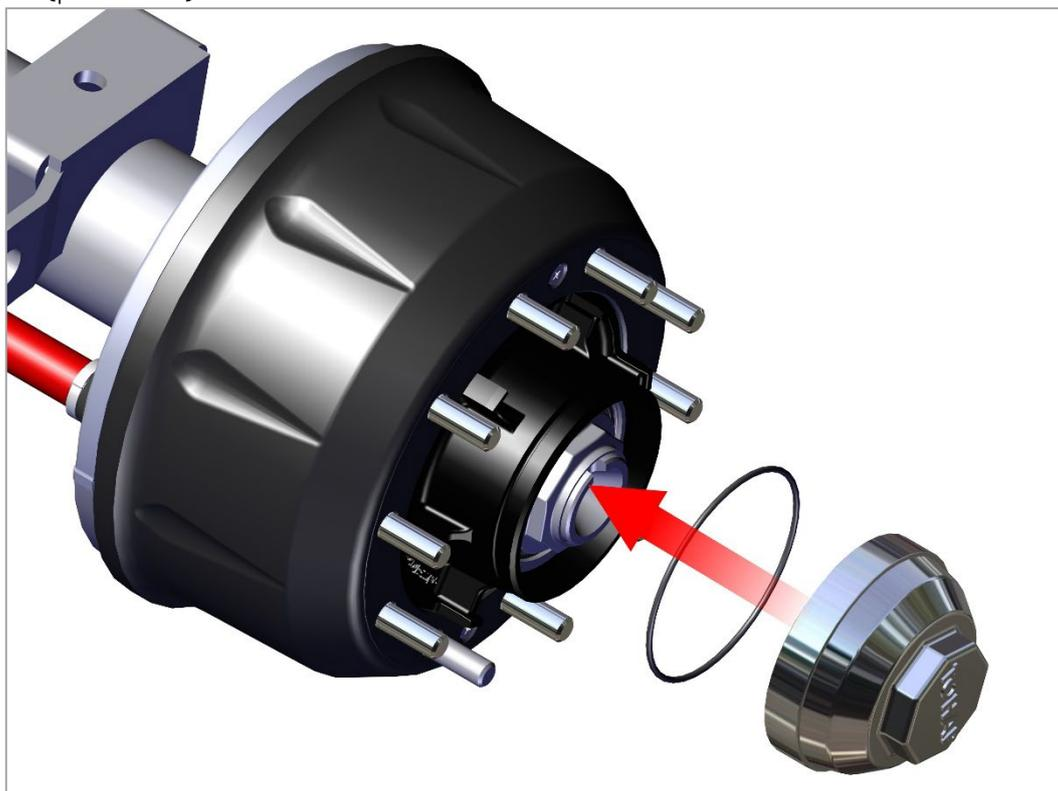

Рис. 9.2. Монтаж крышки ступицы колеса с резиновым уплотнительным кольцом
3) Установите крышку ступицы колеса с резиновым уплотнительным кольцом (рис. 9.2)